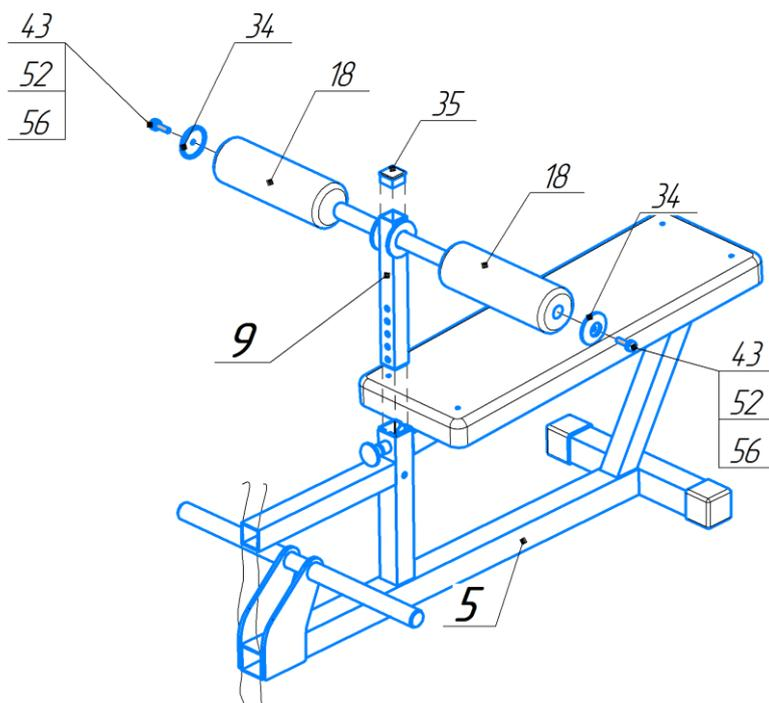

Рис.7. Схема сборки этапа №4
1. Установите на стойку валиков (9) валик (18), как показано на рис. 7.
2. С торца валика установите шайбу валика (34), закрепите болтом М10х35 (52) через шайбу (56). Использовать ключ на 17 мм (Г). Наденьте колпачок (43) на болт.
3. Аналогично установить валик (9) с другой стороны.
4. Установить заглушку (35). При необходимости воспользуйтесь молотком (3). Забивать следует через деревянный брусок.